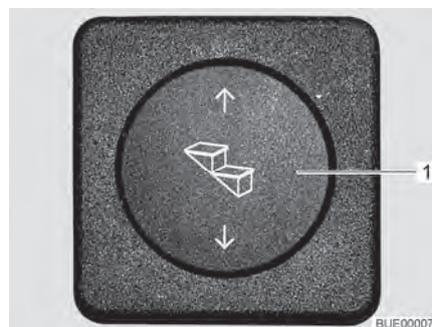

Fig. 1 Conmutador de mando del escalón de entrada
- Pulsar el interruptor basculante (Fig. 1,1) por abajo hasta que esté completamente extraído el escalón de entrada.
*Introducción:* ■ Pulsar el interruptor basculante (Fig. 1,1) por arriba hasta que haya introducido completamente el escalón de entrada.